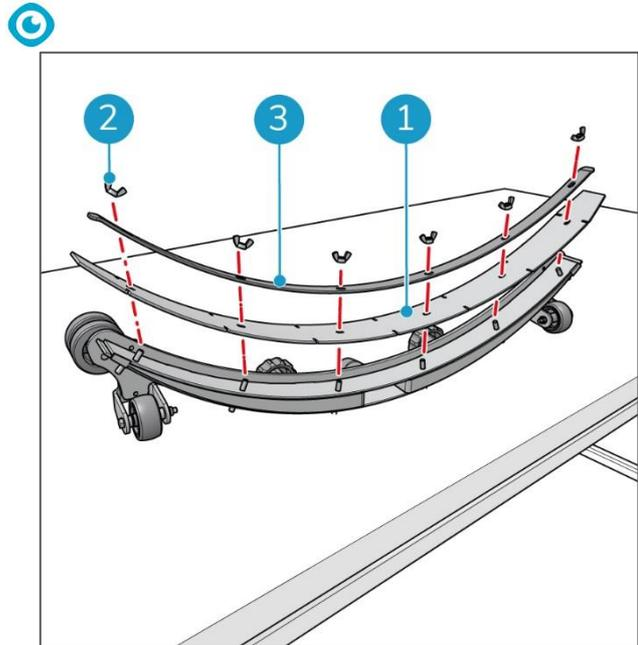

Figure 37
5. Desserrez les six écrous papillon de la lame avant (Figure 37, pos. 2).
6. Retirez la plaque de serrage de la lame avant (Figure 37, pos. 3).
7. Retirez la lame avant (Figure 37, pos. 1) du corps de la raclette.
Voir Figure 37.